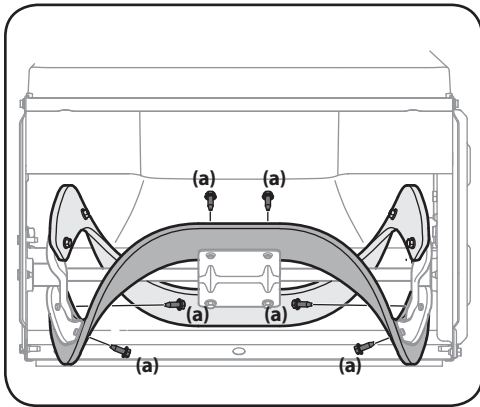

Figure 4-7
3. Pour retirer les palettes, dévissez les boulons hexagonaux (a) qui les retiennent à la partie en métal. Voir Figure 4-7.